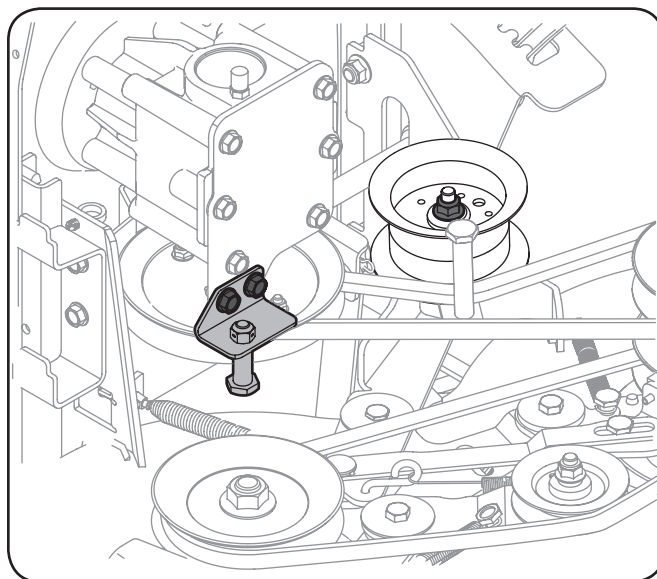

Figura 6-8
4. Extraiga el guardacorreas izquierdo, que se muestra en la Figura 6-8, para lo que debe extraer los dos tornillos hexagonales que lo sujetan.